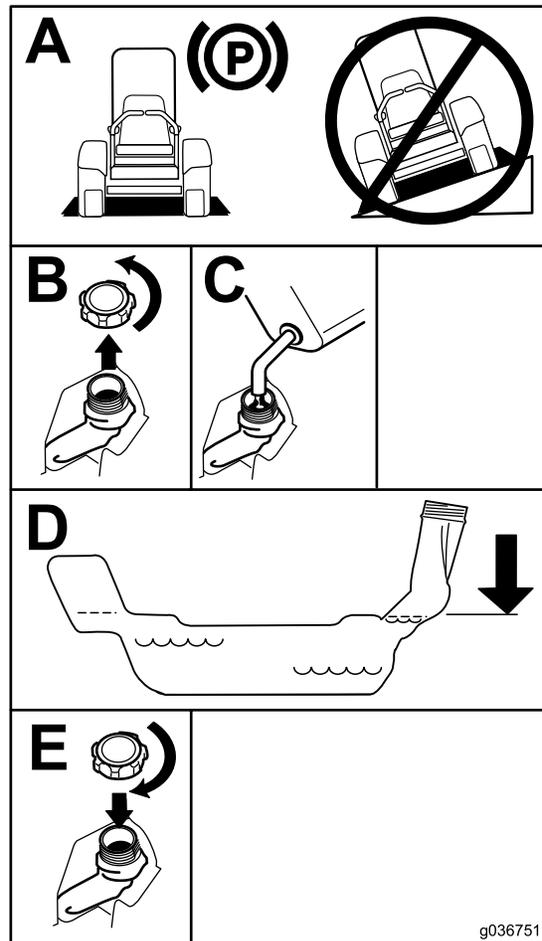

Figure 7
5. L'espace au-dessus doit rester vide pour permettre à l'essence de se dilater (Figure 7).